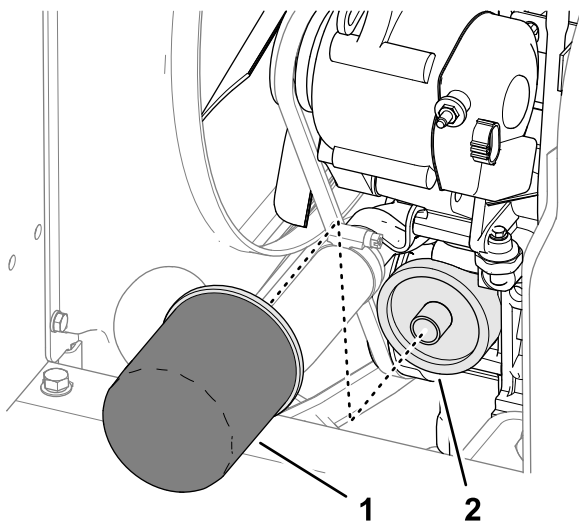

Figura 67
5. Togliete il filtro dell'olio (Figura 67).